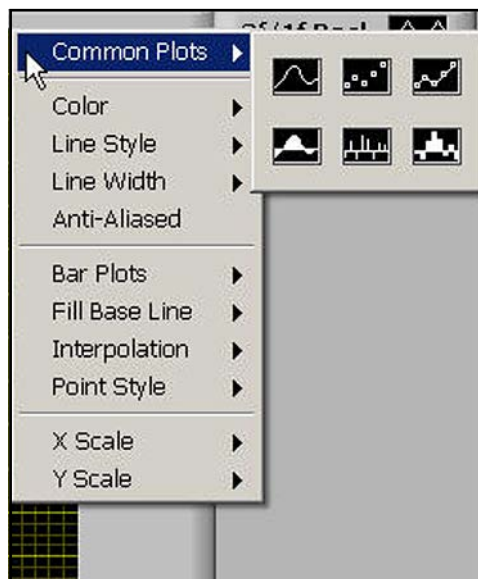

図 74: データのグラフ化の選択肢
2. グラフ内のデータ系列を右クリックするか、凡例内の、表示されている現在のパラメータをクリックすると、データをグラフ化するためのさまざまな選択肢が表示されます（以下の図74を参照）。さまざまな共通のプロットに変更したり、色、線種、線幅を調整したりできます。有限点が多数あるデータセットの一部では、プロット線を滑らかにする **Anti-Aliased**（アンチエイリアス）をクリックすることもできます。また、棒グラフの変更、基線の塗りつぶし、補間、点の種類の変更もできます。**X-Scale**（X 目盛）は X 目盛を調整します。**Y-Scale**（Y 目盛）は Y 目盛を調整し、副 Y 軸を有効にします。